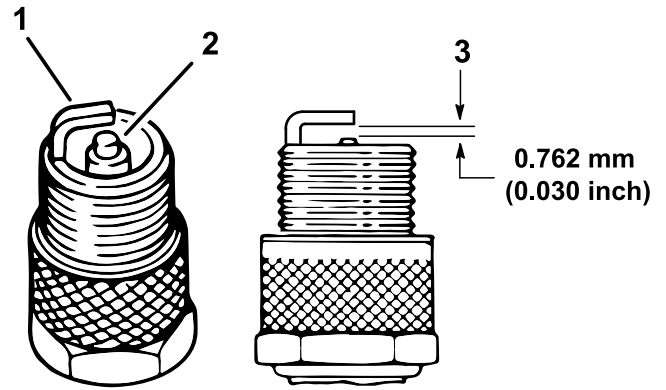

Figura 29
1. Mire la parte central de las bujías (Figura 29).
3. Compruebe la separación entre los electrodos central y lateral (Figura 29).
Nota: Si la distancia no es correcta, doble el electrodo lateral (Figura 29).
3. Instale el cable de la bujía (Figura 29).